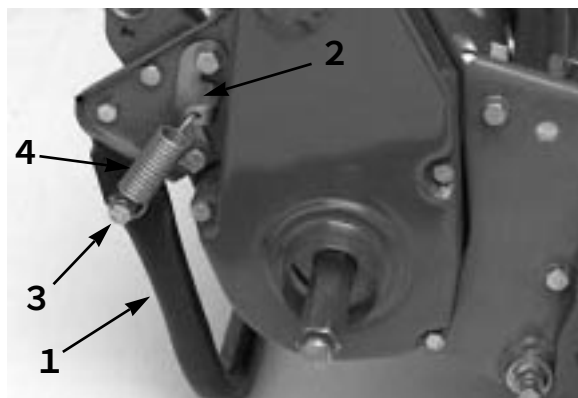

図 3
2. キック・スタンドをフレームに固定する (図3: ロックワッシャ、スペーサ、平ワッシャ、ロックナットを使用)。スペーサはキック・スタンドの取り付け穴に入れる。